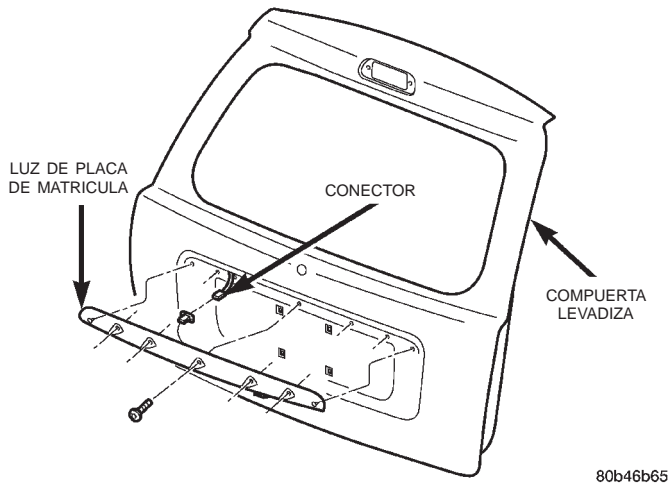

Fig. 5 Alojamiento de luz de placa de matrícula
- (1) Retire los tornillos que fijan el conjunto de luces en la compuerta levadiza. (Fig. 5).
- (2) Separe el conjunto de la luz de la plancha metálica en los bordes del extremo exterior para desenganchar los pasadores de empuje.
- (3) Separe el conector de cableado del mazo del conjunto de la luz.
- (4) Retire la lámpara.